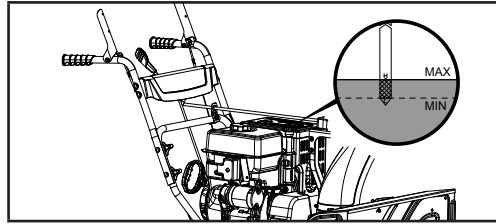

Figure 17
4. Tandis que le moteur est de niveau, remplissez le réservoir d'huile avec l'huile recommandée jusqu'au repère supérieur de la jauge (0W-30) (figure 17).